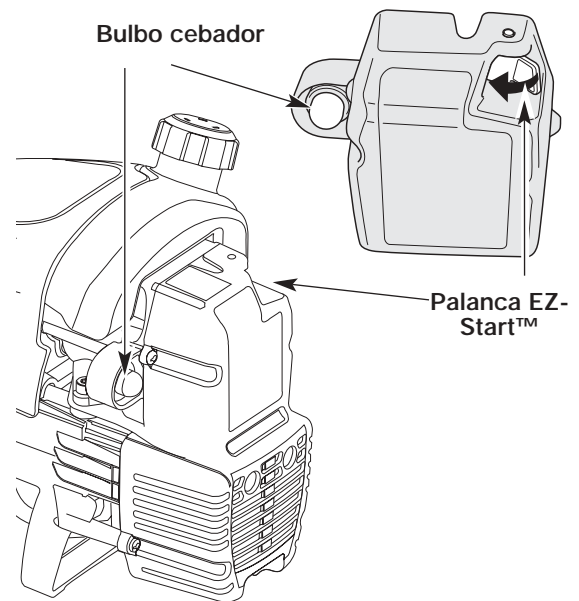

Figure 7
3. Oprima y suelte por completo la bombilla del cebador lentamente de 10 veces. El combustible debe estar visible en la bombilla (Fig. 7). Si el combustible no está visible, oprima hasta que lo vea.
4. Empuje la palanca EZ-Start™ hacia la izquierda hasta que encaje y se asegure en su lugar (Fig. 7).
6. Oprima el control del regulador para calentar el motor de 5 a 10 segundos. La palanca EZ-Start™ se desactiva automáticamente (Fig. 7).